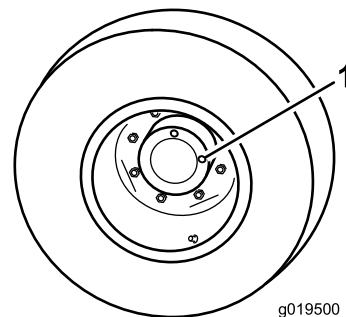

Рисунок 54
1. Установив машину на ровную поверхность, расположите колесо так, чтобы одна контрольная пробка находилась в положении «12 часов», а другая – в положении «3 часа» (Рисунок 54).
2. Снимите пробку, находящуюся в положении «3 часа» (Рисунок 54).